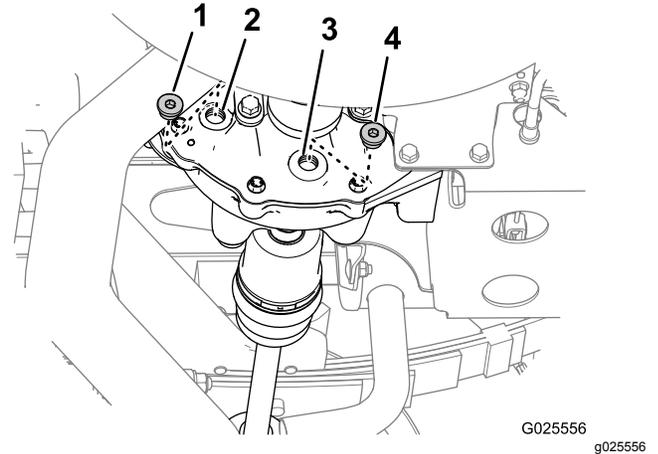

Figura 65
1. Allineate una bacinella di spurgo sotto il tappo di spurgo (Figura 65).
2. Rimuovete il tappo di riempimento e quello di spurgo dai relativi fori del differenziale (Figura 65).
4. Inserite il tappo di spurgo nel relativo foro (Figura 65) e serrate il tappo a 14–19 N·m.
5. Aggiungete 550 ml dell'olio specificato nel foro di riempimento del differenziale (Figura 65).
6. Inserite il tappo di riempimento nel relativo foro (Figura 65) e serrate il tappo a 14–19 N·m.